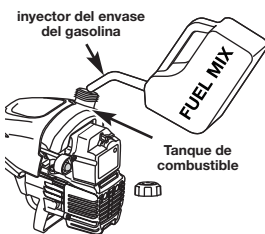

Fig. 16
1. Saque la tapa de la gasolina (Fig. 16).